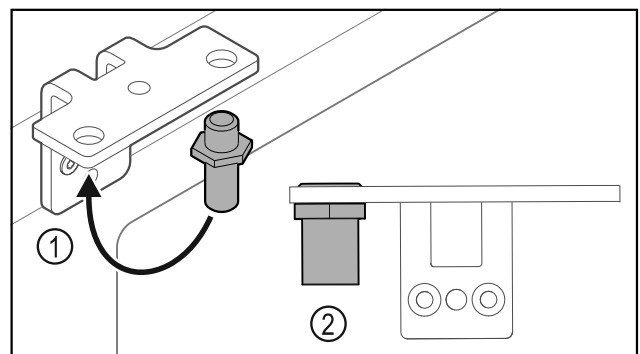

Fig. 37
- Mettre l'axe Fig. 37 (1) dans l'autre trou de l'équerre de charnière.
- Serrer l'axe Fig. 37 (2) au **couple de 12 Nm**.